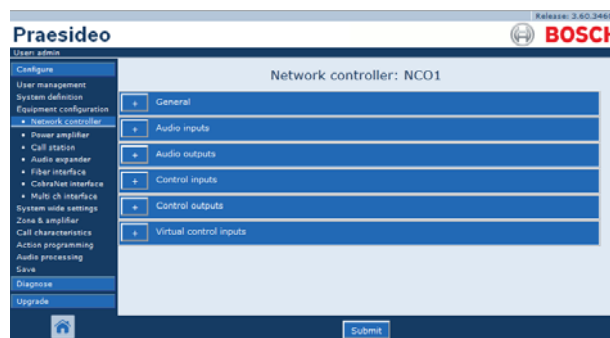

рисунок 44.3: Конфигурирование контроллера сети, шаг 2
- 2 Щелкните на названии контроллера сети, который должен быть сконфигурирован. В основной части веб-интерфейса откроется экран, подобный экрану, приведенному на рисунок 44.3.